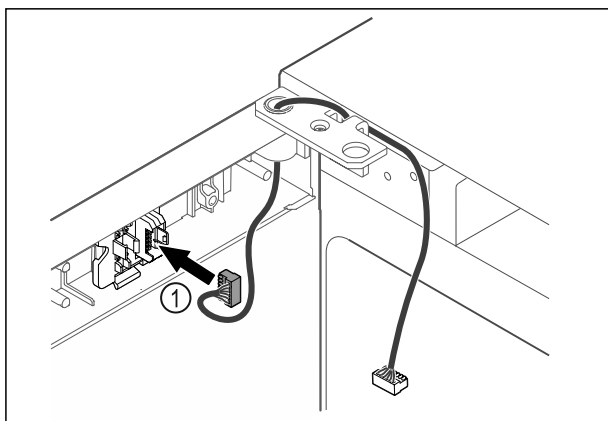

Fig. 39
- ▶ Τοποθετήστε το φιν Fig. 39 (1) στο στήριγμα του φιν -ή-